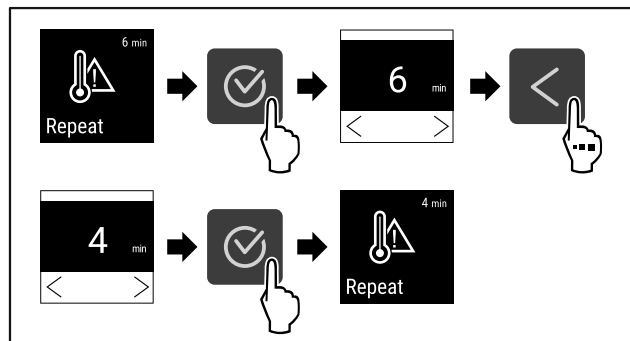

Fig. 134
- ▶ Stappen (zie Fig. 134) uitvoeren.